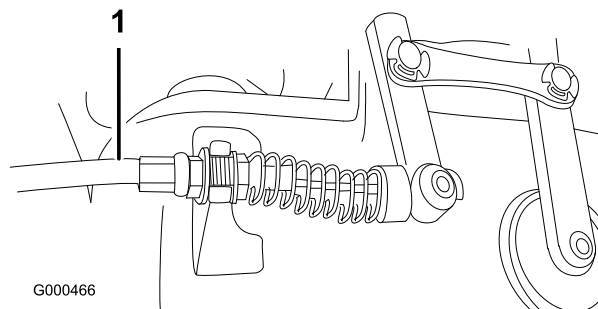

Figure 43
2. Pour accroître la tension du câble, desserrez l'écrou de blocage avant et serrez l'écrou de blocage arrière (situé sur le dessus du boîtier d'engrenages) (Figure 43) jusqu'à ce que la force du câble ajoute une force de 3,2 à 4,5 kg mesurée au bouton de commande.